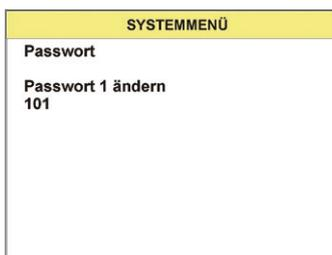

Abb. 14
**Passwort 1 ändern (Abb.14):**